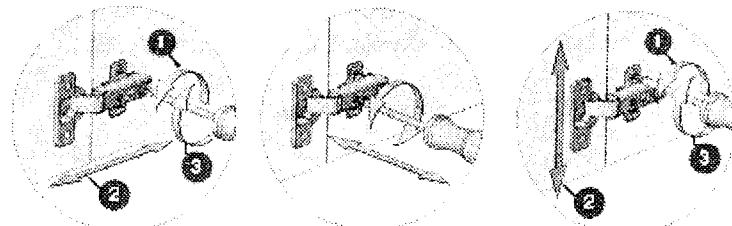

Рис. 1.
- Регулировка дверей осуществляется при помощи петель в последовательности, согласно нумерации на рис. 1: